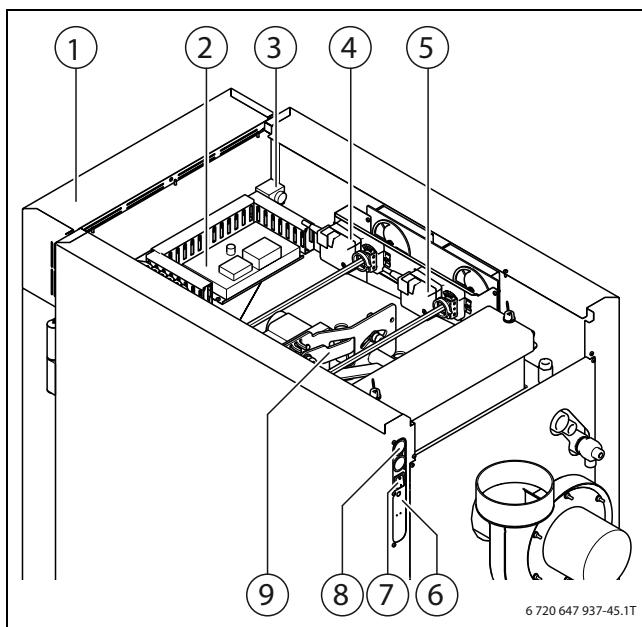

Fig. 16 Parte superiore della caldaia
- ▶ Rimuovere lo sportellino di copertura (protezione) dal connettore (→ fig. 16, [6]).
- ▶ Spingere i cavi necessari nelle canaline tubolari di passaggio (→ fig. 16, [8]) dalla parte posteriore della caldaia alla scheda stampata di espansione.
- STB e sonda caldaia sul lato superiore della caldaia a sinistra vicino alla scheda stampata e al di sotto dell'isolamento (→ fig. 16, [3], pag. 25).
vite. La scheda stampata di espansione si trova nella parte superiore della caldaia (→ fig. 16, [2], pag. 25).
Il limitatore della temperatura di sicurezza (STB) è montato nella parte superiore della caldaia (→ fig. 16, [3], pag. 25; fig. 20, [1], pag. 34).